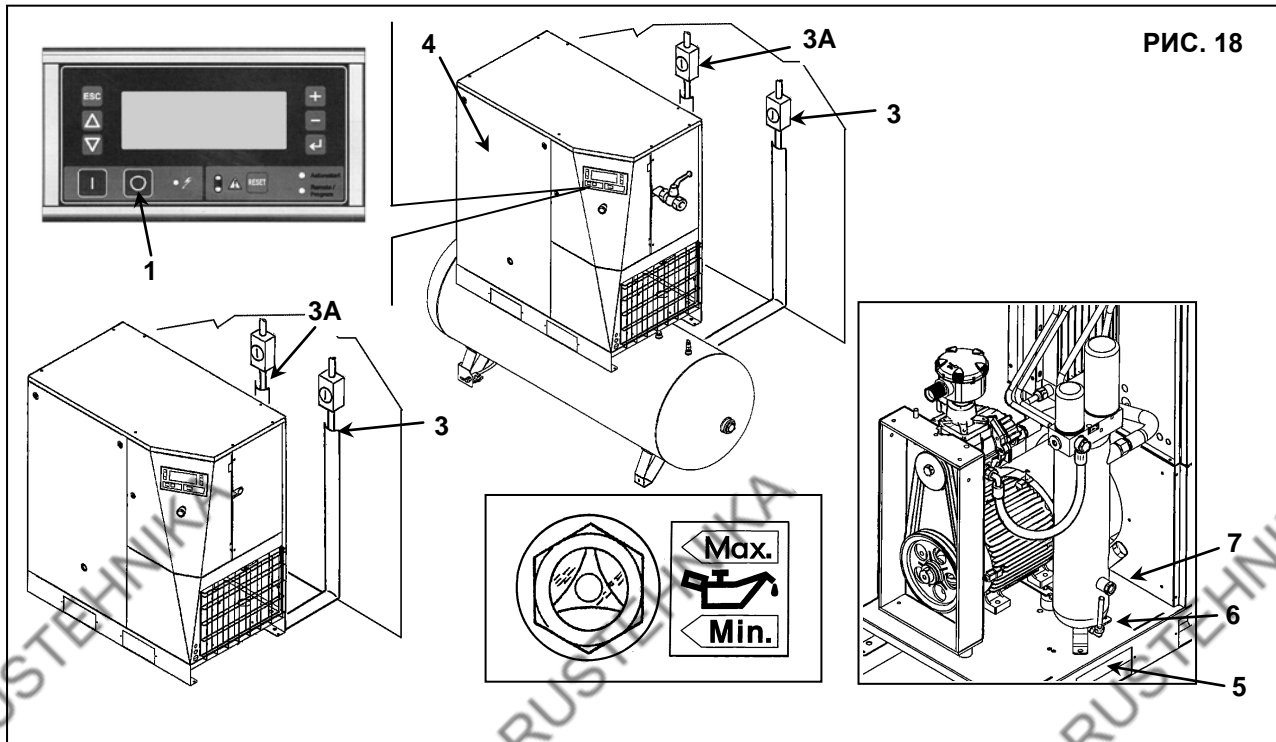

РИС. 18
- Выключите машину кнопкой (поз. 1, Рис. 18): при этом машина остановится через 45 секунд работы на холостом ходу.
- Выключите автоматический дифференциальный переключатель питания, поз. 3 (на винтовом компрессоре) и поз. 3А (при наличии осушителя), Рис. 18.
- Снимите панели (поз. 4, Рис. 18) прилагаемым ключом.
- МЕДЛЕННО поверните краник (поз. 5, Рис. 18) и дайте конденсату стечь.
- Проверьте уровень масла по указателю (поз. 6, Рис. 18).
- Проверьте уровень масла по указателю (поз. 6, Рис. 18)
- Откройте переднюю панель (поз. 4, Рис. 18) специальным ключом.
- Медленно откройте масляную пробку (поз. 7, Рис. 18).
- Добавьте масло того же типа, которое залито в компрессор, до максимального уровня согласно поз. 6, Рис. 18.
- Выключите заглушку масляного бака (поз. 7, Рис. 18).
- Закройте панель (поз. 4, рис. 18).
- Включите автоматический дифференциальный переключатель питания, поз. 3 (на винтовом компрессоре) и поз. 3А (при наличии осушителя), Рис. 18.